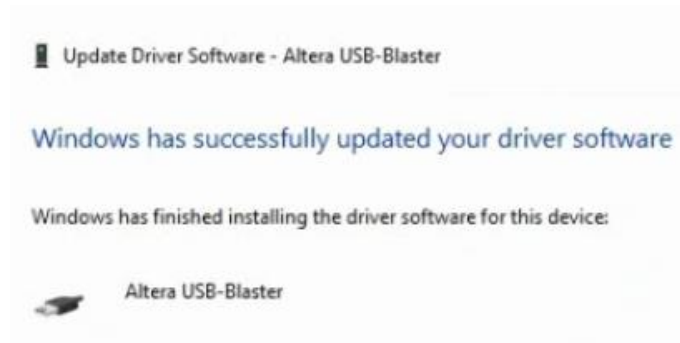

Figura 12: Fin de la instalación del driver
- iii. Finalizar la instalación (Figura 12):